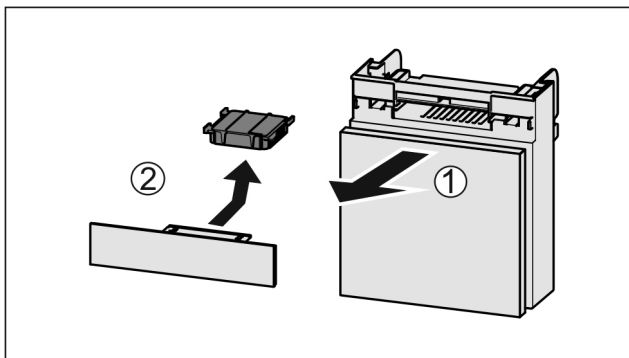

Fig. 80
- ▶ Extraiga Fig. 80 (1) el compartimiento hacia adelante.
- ▶ Retire Fig. 80 (2) el filtro de carbón activado.